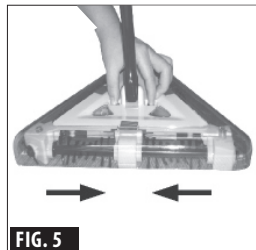

FIG. 5
2. Avec le balai triangle, « le socle » posé au sol ou une surface plane à l'identique d'un comptoir, pressez et tenez les « clips de verrouillage du bac à débris » d'une main et soulevez le balai par le manche en aluminium de l'autre main, pour libérer le « bac à débris » (voir FIG.5).